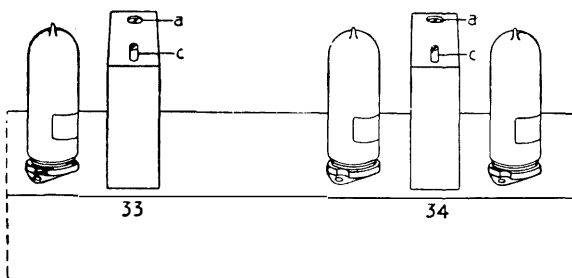

Fig. 25.10 - Punti di taratura sopra il telaio.
3) tarare successivamente i nuclei 34 b e 34 a (figure 25.10 e 25.11) osservando la curva sinusoidale che dovrà avere la massima ampiezza indistorta;